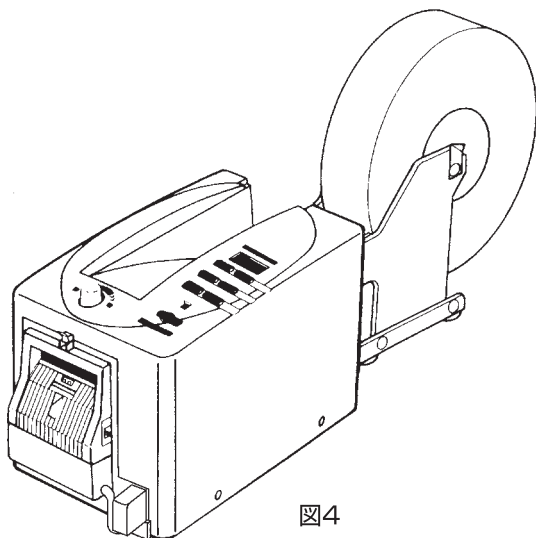

図4
4. テープをリールにはめこみ、リールスタンドのリール受けにセットします。(図4)